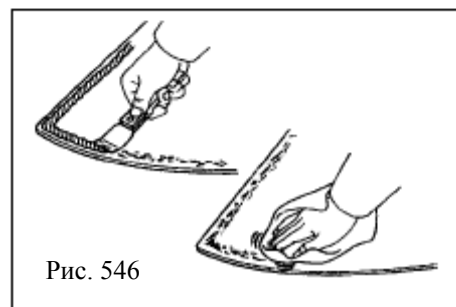

Рис. 546
5. **Очистите ветровое стекло (рис. 546)**